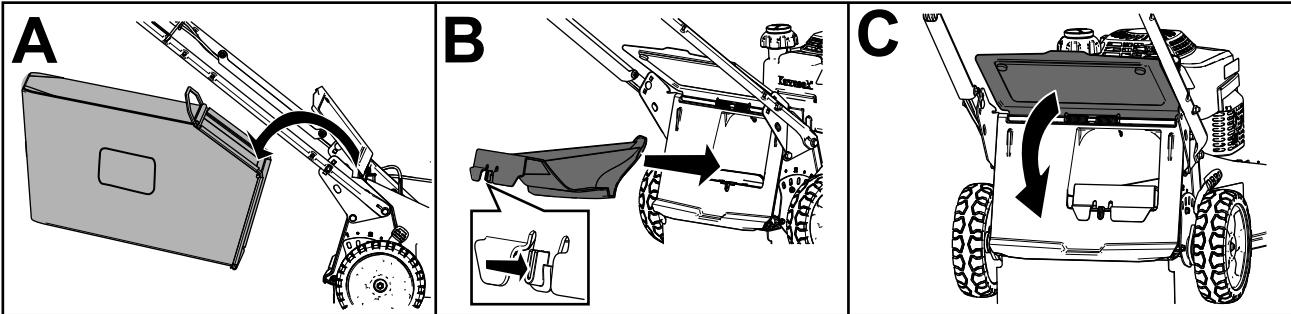

Figure 19
- Si le bac à herbe est installé sur la machine, enlevez-le (A de Figure 19).
- Si l'obturateur d'éjection arrière n'est pas en place, saisissez-le par la poignée, soulevez le déflecteur arrière, et insérez l'obturateur dans la goulotte d'éjection arrière jusqu'à ce qu'il se verrouille en position (B de Figure 19).
- Sortez la tige du bac à herbe des crans à la base du guidon (A de Figure 19).
- Installez l'obturateur d'éjection (B de Figure 19).
- Abaissez le déflecteur arrière (C de Figure 19).